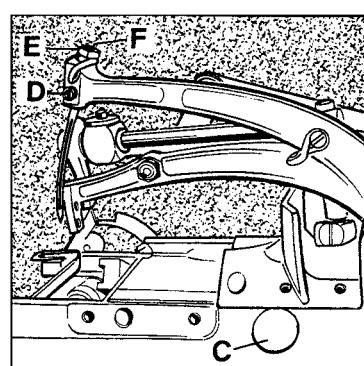

Fig.7
If adjustment is required remove plug (C, Fig. 7). Set screw for looper shaft is accessible through this hole. Loosen the screw and move the looper shaft to the right or to the left to obtain the 4 mm (5/32") respectively the 3.6 mm (9/64") distance. The looper point should pass as close as possible to the back of the needle without contacting it. Clearance 0.08 to 0.13 mm (0.003 to 0.005 in.). Retighten screw and remount the plug.
If adjustment is necessary, loosen set screw (D, Fig. 7) and remove needle, then loosen lock nut (E) and regulate the height adjustment screw (A). Now reset stop screw (B) in feed dog to maintain the adjusted feed dog height.
Ist eine Einstellung notwendig, entfernen Sie den Verschlußstopfen (C, Fig. 7). Durch diese Bohrung ist die Befestigungsschraube für die Greifervelle zugänglich. Lösen Sie die Schraube und schieben Sie die Greifervelle nach rechts oder links, bis der Abstand 4 bzw. 3,6 mm erreicht ist. Die Greiferspitze soll so dicht wie möglich hinter der Nadel vorbei gehen, ohne diese zu berühren (0,08 - 0,13 mm Abstand). Ziehen Sie die Schraube wieder an und montieren Sie den Verschlußstopfen.
Ist eine Einstellung notwendig, lösen Sie die Befestigungsschraube (D, Fig. 7) und entfernen Sie die Nadel; dann lösen Sie die Mutter (E) und regulieren die Höhen-Einstellschraube (F) entsprechend auf die richtige Nadelhöhe. Ziehen Sie die Mutter (E) wieder an, damit diese Einstellung erhalten bleibt.